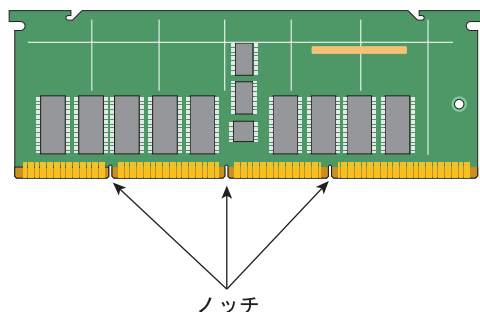

図 3-10 DIMM のノッチの場所
2. DIMM をソケットに合わせます。この際、DIMM の下部にあるノッチがソケットの下部の突起に揃っていることを確認します（図 3-10 を参照）。